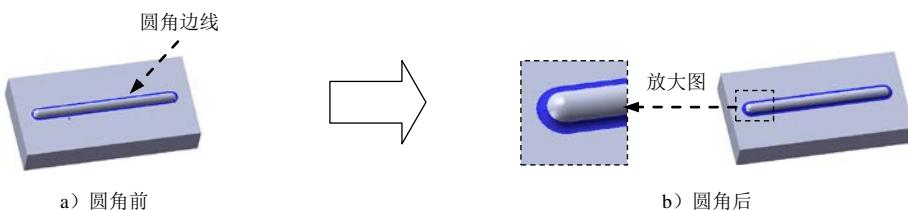

图 14.3.8 圆角 3
Step6. 创建图 14.3.8 所示的圆角 3。
(1) 选择命令。选择下拉菜单 **插入(I)** → **特征(E)** → **圆角(U)...** 命令（或单击  按钮），系统弹出“圆角”对话框。
(2) 定义圆角类型。采用系统默认的圆角类型。